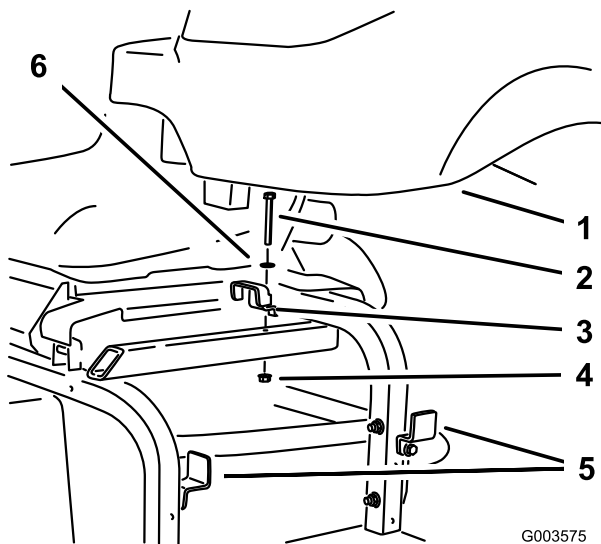

Figura 23
2. Montate il serbatoio idraulico sul telaio e fissatelo con le tre staffe tolte in precedenza e allentate (Figura 23).